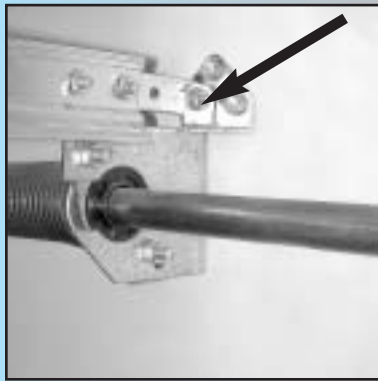

Fig. 2-8
- Sujete con la tuerca [9], apretando a mano solamente. **Fig. 2-8.**
- Serrer avec un écrou [9], à la main uniquement. **Fig. 2-8.**